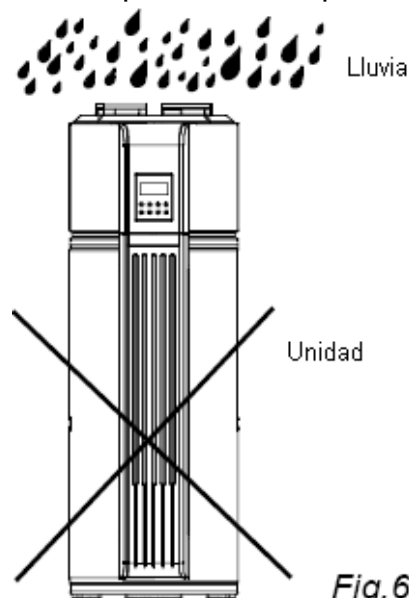

Fig.6-5
- Advertencia: En caso de que entrase lluvia en los componentes de la unidad, estos podrían resultar dañados y causar peligro de lesiones. (Fig.6-5)